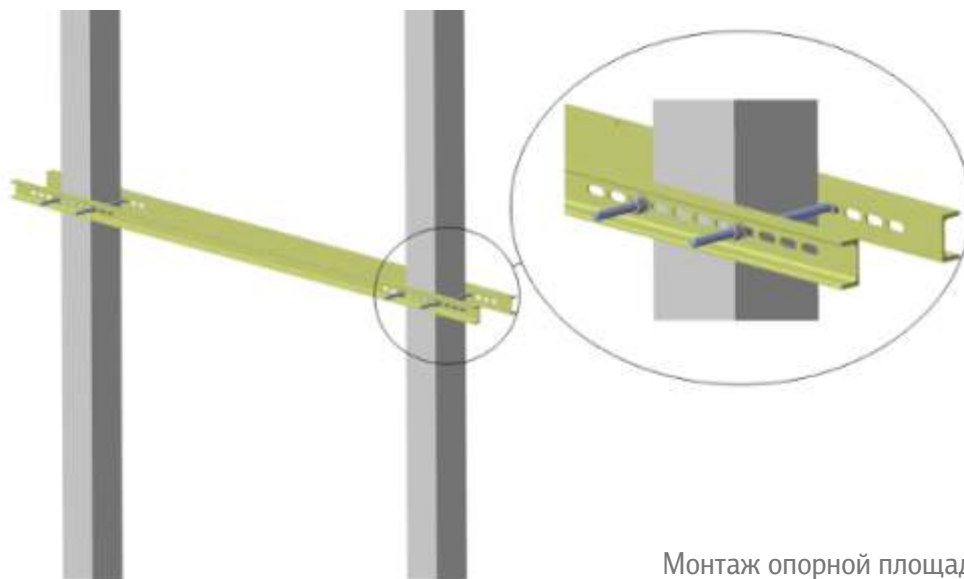

Рисунок 5
- ✓ Смонтировать на проектной высоте опорную площадку (рис. 5) для установки ВМ, для чего: